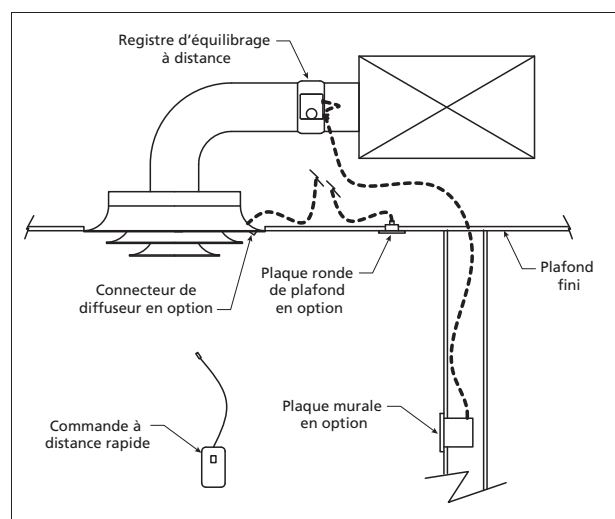

Figure 2 — Schéma de pose
1. Monter le registre de niveau dans la gaine. Monter le registre dans la gaine avec l'actionneur placé du côté de la gaine où il doit être installé (voir Figure 2).
2. Fixer le bâti du registre sur la gaine au moyen d'un minimum de trois (3) vis autotaraudeuses (non fournies) de chaque côté du registre. Vérifier que les vis n'entravent pas le fonctionnement du registre.